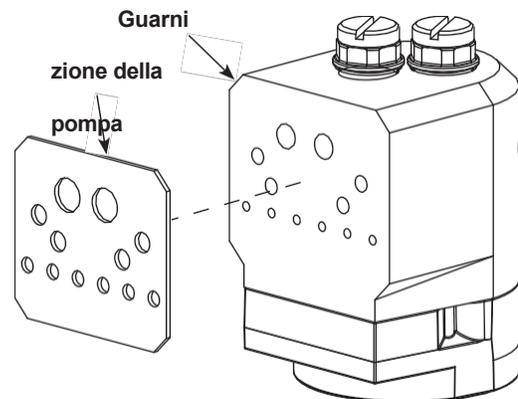

Figura 28 Sostituzione della guarnizione della pompa
1. Vedere Figura 28. Rimuovere la guarnizione della pompa dalla pompa.